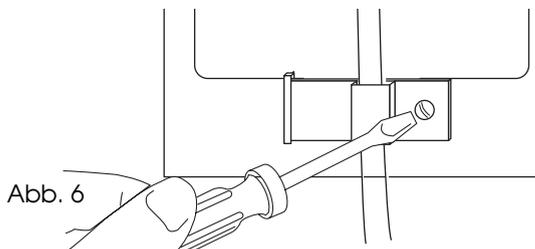

Abb. 6
- 4) Die rechte Schraube der Stromkabelverschraubung abschrauben (Abb. 6)